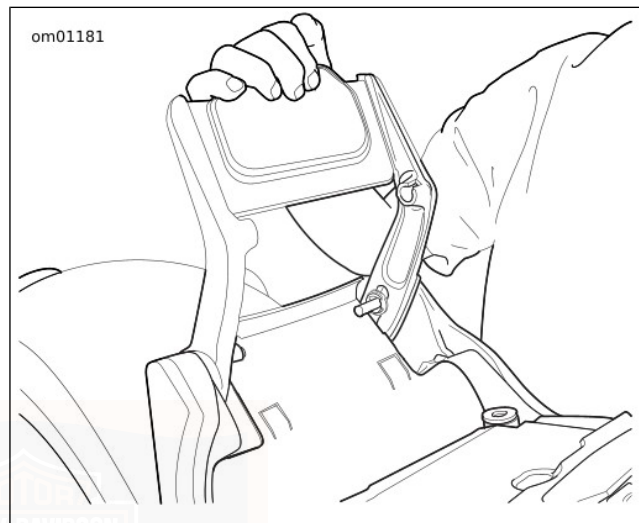

Figura 70. Posizionamento del sostegno del sellino: modello FXCWC
2. Vedere Figura 70. Fare scorrere verso l'alto i perni di rotazione del sostegno del sellino nelle scanalature dei montanti dell'alzata, quindi ruotare il sostegno del sellino di circa 180 gradi.